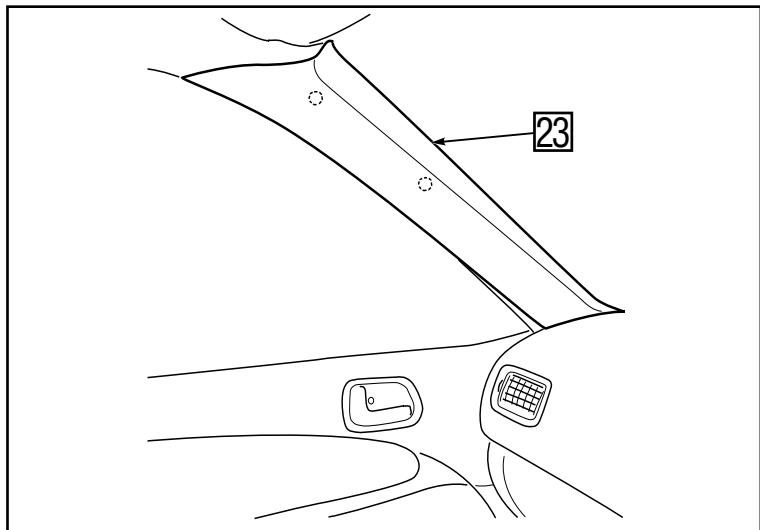

Abb. 46 - Fig. 46
b) Route the tweeter wire harness (23) behind the rubber weather seal (24).
7. a) Enlevez le joint d'étanchéité en caoutchouc (24).
b) Acheminez le faisceau de câbles du tweeter (23) le long du bord avant de la garniture.
**DIE ANLEITUNG 1 - 7 (Abb. 46 - 52) AUF DER RECHTEN SEITE DES FAHRZEUGS WIEDERHOLEN
REPEAT THE INSTRUCTIONS 1 TO 7 FOR THE RH-SIDE PARTS (FIG. 46 - 52)
REPETEZ LES INSTRUCTIONS 1 A 7 POUR LE COTE DROITE DU VEHICULE (FIG. 46 - 52)**